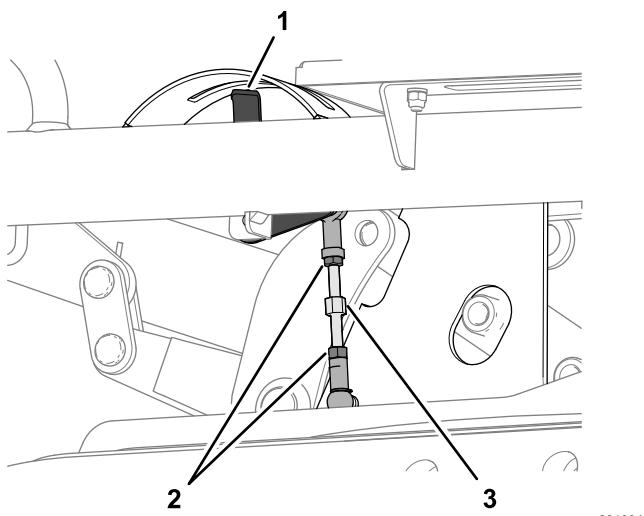

Figure 131
- A. Desserrez les 2 écrous de blocage qui fixent la biellette de hauteur de coupe (Figure 131).